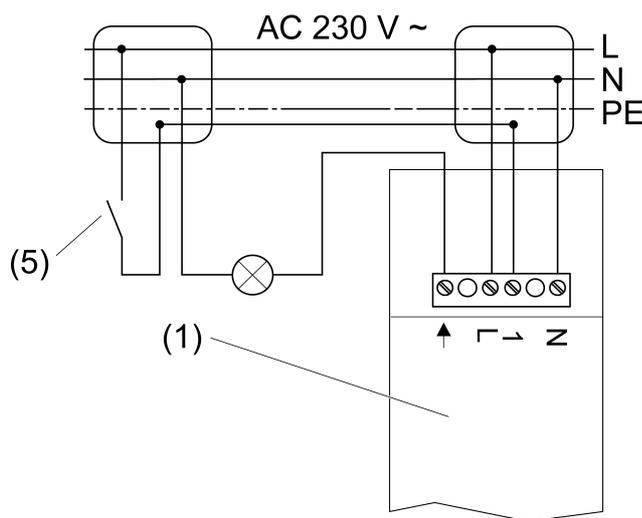

Figure 3
- Raccorder l'actionneur de commutation (1) et le cas échéant le poussoir d'installation (5) conformément au schéma de raccordement (figure 3).